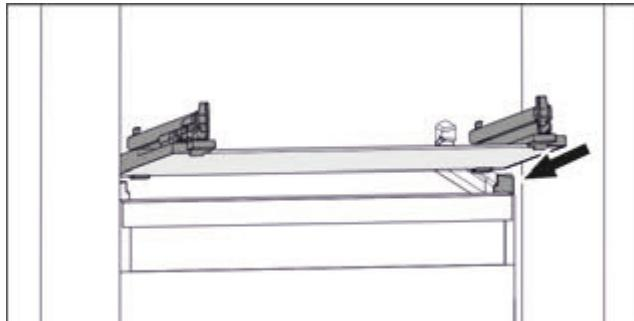

Fig. 74 Приближене відображення скляної пластини
- Встановити скляну пластину за стопорами навскоси. (див. Fig. 74)